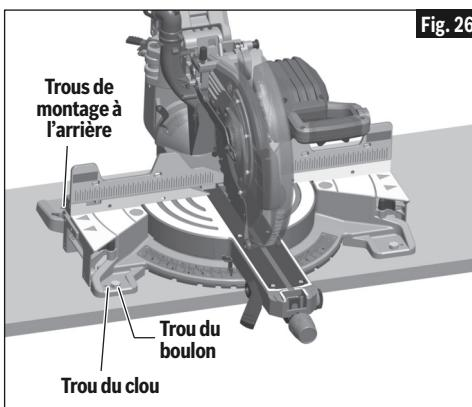

Fig. 26
- Chacun des quatre trous de montage doit être boulonné solidement à l'aide de boulons de 5/16 po (M8), de rondelles d'arrêt et d'écrous hexagonaux (non fournis) (Fig. 26).
- Percez quatre (4) trous de 5/16 po (8mm) de diamètre à travers l'établi.